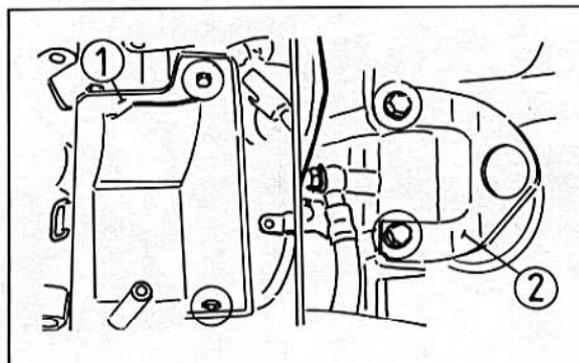

Bild 342
- Das Batteriegehäuse und die Halterung der Batterie entfernen (Bild 342).